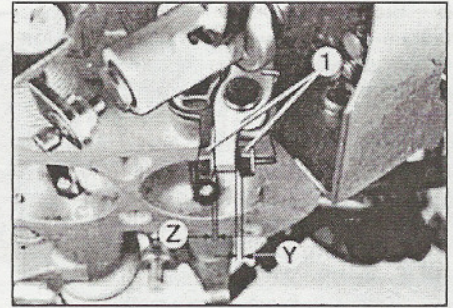

Рис. 4.14 Зазоры дроссельной заслонки вторичной камеры
46 Проверьте зазоры Y и Z вторичной дроссельной заслонки (см. рис. 4.14) В параграфе 4 процедура описана детально.
14. Измерьте зазоры Y и Z в самой узкой точке (рис. 4.14).